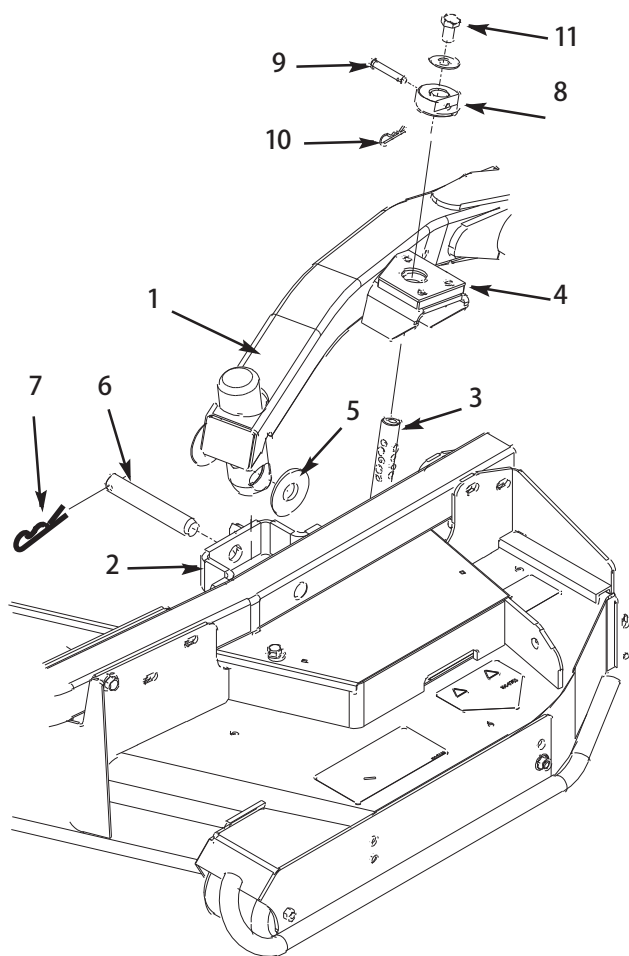

図 29
4. 昇降レバーをフロート位置とする。昇降アームを押下げて、昇降アームについている穴とキャスト・アーム・ブラケットについている穴を整列させ、昇降アームのパッドに刈高ロッドを挿入できるようにする (図29)。
5. スラスト・ワッシャ2枚、クレビス・ピン、ヘアピン・コッターを使って、昇降アームをキャスト・アームに固定する。スラスト・ワッシャは昇降アームとキャスト・アーム・ブラケットの間に入れる (図29)。コッター・ピンを、キャスト・アーム・タブのスロットに差し込んで固定する。
9. 刈高ロッドに刈高カラーを取り付け、クレビス・ピンとヘアピン・コッターで固定する(図29)。クレビス・ピンの頭をデッキの前に向けておく。
10. 各刈高ロッドの上部に 1/2 x 3/4" キャップスクリュとワッシャを取り付ける(図29)。